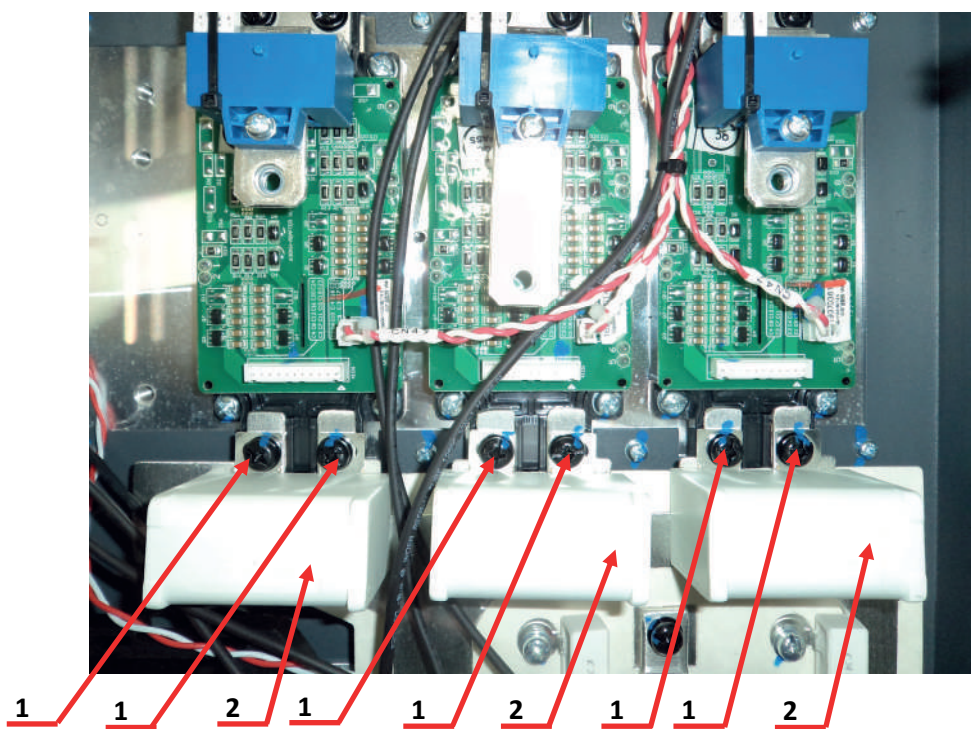

Рис.7.20
- 7.6.8. Установить 3 снаббера поз.2 и закрепить их винтами поз.1 (рис.7.20).